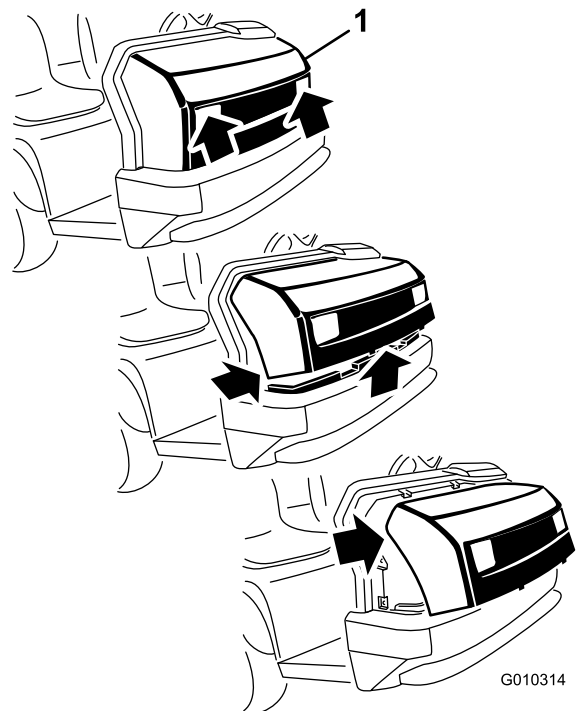

Figure 27
- Tout en tenant le capot par les ouvertures des phares, soulevez-le pour dégager les pattes de fixation inférieures des fentes du cadre (Figure 27).
de fixation supérieures des fentes du cadre (Figure 27).
3. Faites pivoter le haut du capot en avant et débranchez les connecteurs des fils des phares (Figure 27).
2. Insérez les pattes de fixation supérieures dans les fentes du cadre (Figure 27).
3. Insérez les languettes de montage inférieures dans les fentes du cadre (Figure 27).